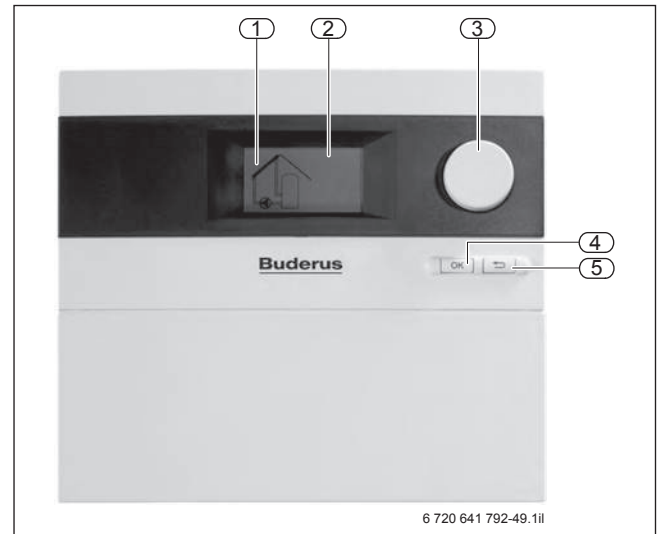

Bild 78 Logamatic SC20/2
- Beleuchtetes LCD-Segmentdisplay mit animiertem Anlagenpiktogramm. Mit dem Drehschalter (→ Bild 78, [3]) können im Automatikbetrieb verschiedene Solaranlagenwerte (Temperaturen, Betriebsstunden, Pumpenstatus) aufgerufen werden. Die Temperaturwerte werden dabei über Positionsnummern im Piktogramm zugeordnet.